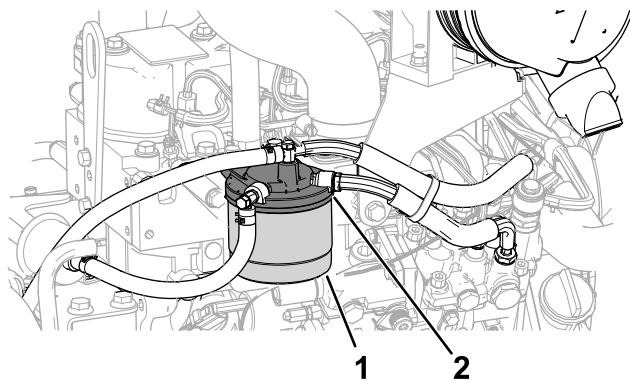

Figura 60
1. Curățați zona din jurul capătului filtrului de combustibil (Figura 60).
2. Scoateți filtrul și curățați suprafața de montare a capătului filtrului (Figura 60).